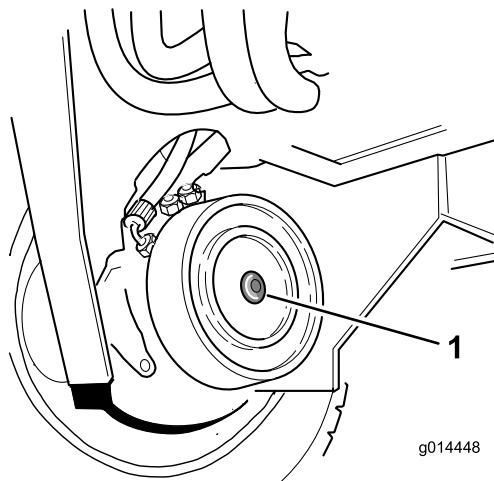

Bild 51
- Machen Sie die rechte Vorderradmotorscheibenbremse ausfindig und entfernen Sie die Sechskantschraube (Bild 51).